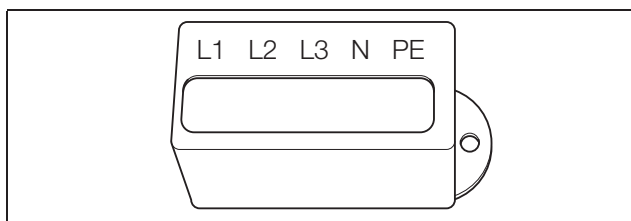

Abbildung 11: Versiegelungskappe für AC-Anschlussklemme
- Fädeln Sie die Versiegelungskappe (Abbildung 11) auf die Netzzuleitung. Die Versiegelungskappe ist in Italien vorgeschrieben.